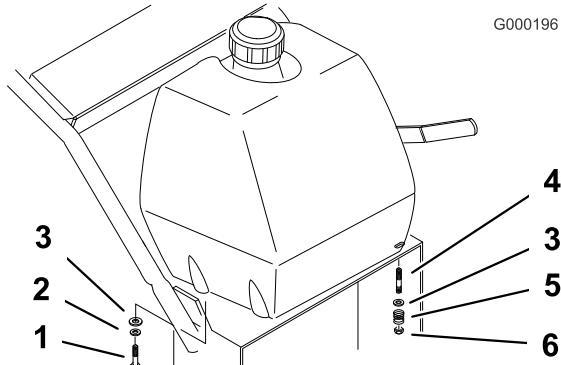

Figure 4
1. Alignez le réservoir de carburant avec le haut du bâti arrière (Figure 4).
2. Fixez le côté droit du réservoir de carburant au bâti arrière avec 2 boulons (5/16 x 7/8"), rondelles-freins (5/16 pouce) et rondelles ordinaires (5/16 pouce) (Figure 4).
3. Fixez le côté gauche du réservoir de carburant au bâti arrière avec 2 goujons, rondelles-freins (5/16 pouce), ressorts et contre-écrous (5/16 pouce) (Figure 4).